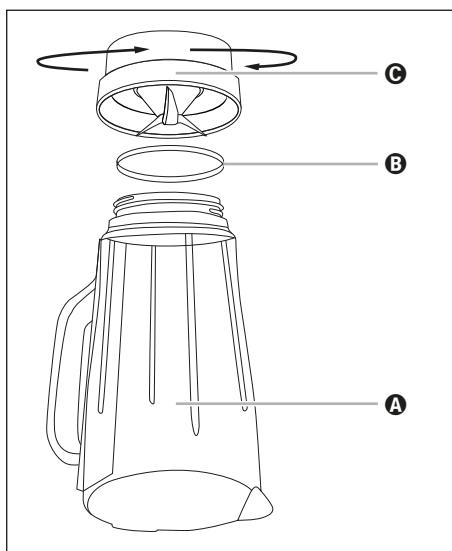

Fig. 4
- 2) Collocare l'apparecchio sulla testa e ruotare la parte di plastica Ⓓ dell'inserto mixer Ⓑ in senso antiorario in modo tale che si possa staccare dalla parte di vetro Ⓒ dell'inserto mixer Ⓑ (vedere Fig. 4).